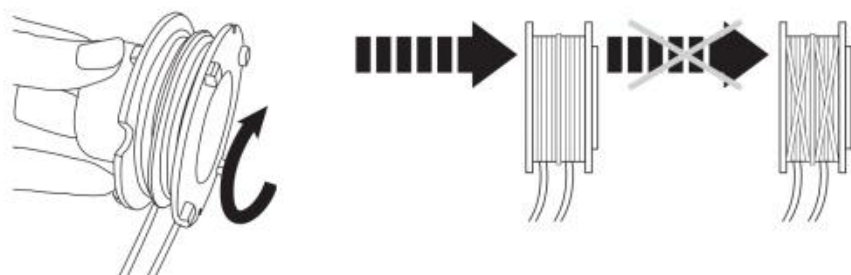

Fig. 66
3. Wikkel de lijnen stevig met de klok mee rond de spoel en zorg ervoor dat ze goed in de respectievelijke geleiders zitten. (Afb. 66)